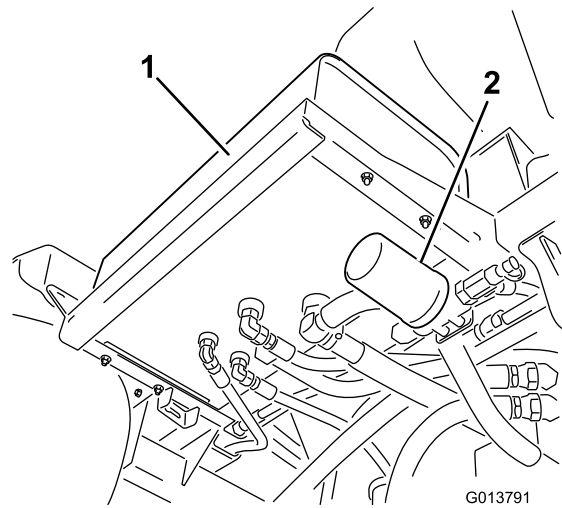
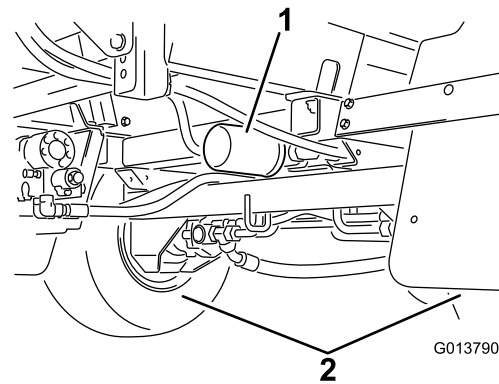

Bild 92
Bild 93
- Ermitteln Sie die zwei Hydraulikfilter an der Maschine (Bild 92 und Bild 93).